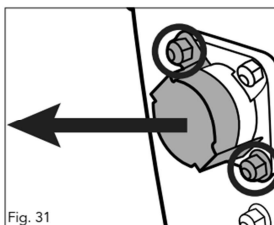

Fig. 31
2. Ôtez la trémie (4)
3. Pour pouvoir accéder à l'arbre à lames, ôtez les 2 boulons du couvercle de cet arbre à lames (14) (fig. 31).